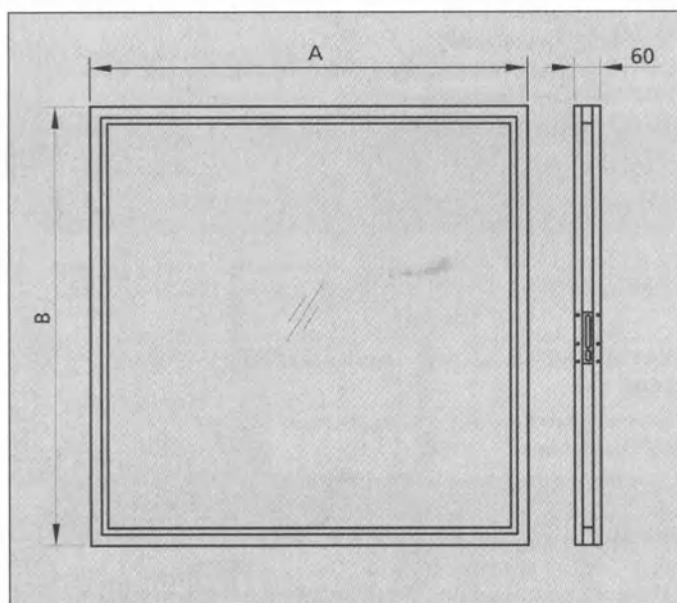

Рис. 1 Окно Pharma CRW, CRWR
1.1. Окно Pharma CRW, CRWR и CRWM (рис.1 и 2)
3.1. Окно Pharma CRW и CRWR (рис. 1)
(таб. 1, рис. 1)